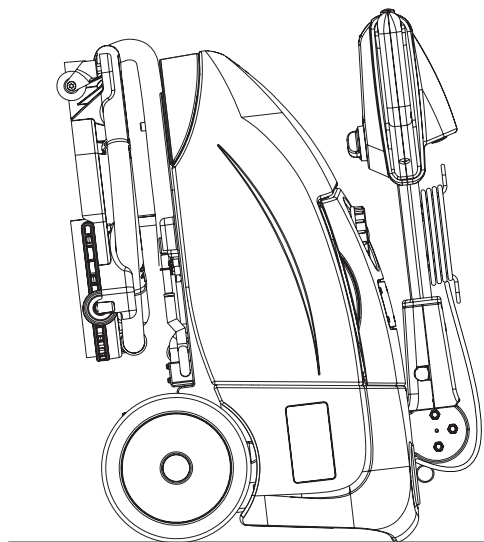

Figura 5
3. Para uma melhor protecção da escova e das borrachas do limpador, rode o guiador (2) para a frente e estacione a máquina como indicado na figura 5.